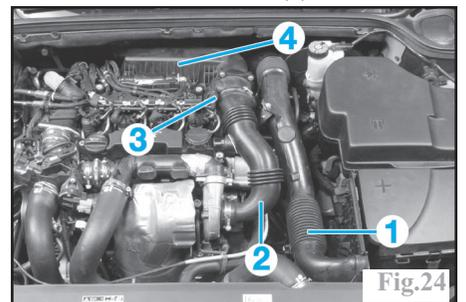

Fig.24
- le conduit d'entrée d'air (1) (Fig.24).
- le conduit d'entrée d'air (2) du turbo.